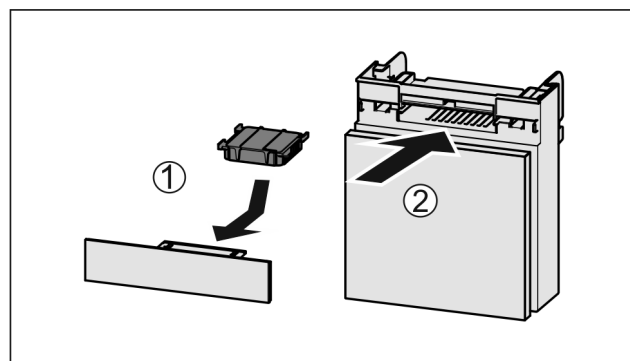

Fig. 184
- Поставете Fig. 184 (1) филтърът с активен въглен, както е показано на фигурата.
- Вкарайте Fig. 184 (2) отделениято.